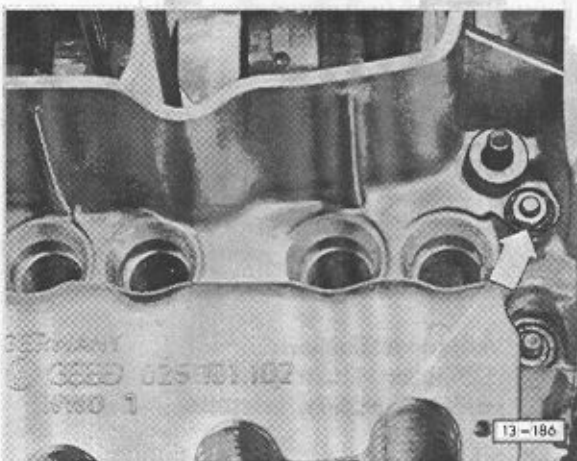

Abb. 4 Kurbelgehäusehälften zusammenbauen
*) Unterlegscheiben: beidseitig bzw. Anlagefläche der Bundmutter mit D 3 bestreichen. Beim Zusammenbau der Kurbelgehäusehälften zuerst die Mutter M 8, die neben der Stiftschraube M 10 des Kurbelwellenlagers 1 liegt, festziehen (Abb. 4). Erst dann dürfen die Muttern M 10 festgezogen werden. Dann alle weiteren M 8-Muttern festziehen.